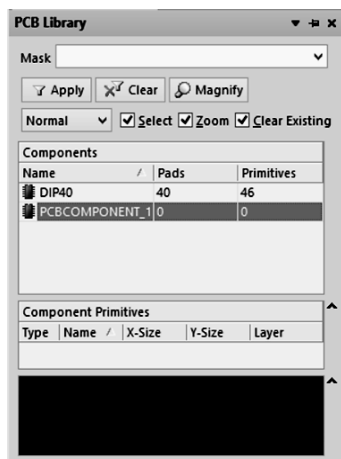

图 9-3-3 新建元器件封装的 PCB Library 工作面板
(1) 在 PCB 元器件封装编辑器中, 执行菜单命令 Tools→New Blank Component (新的空白元器件), 或者直接在 PCB Library 工作面板的 Component 区域右击, 在弹出的菜单中选择 New Blank Component, PCB Library 工作面板的 Component 区域会出现一个默认名为 PCBCOMPONENT_1 的新元器件封装, 如图 9-3-3 所示。